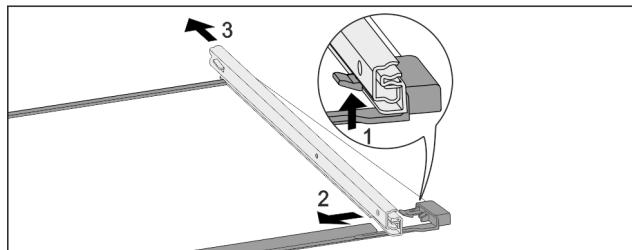

Fig. 148 Стъклена плоча с релси
- Натиснете нагоре предните фиксиращи палци Fig. 148 (1)
- Пълзнете изтеглящата релса настрани Fig. 148 (2) и назад Fig. 148 (3).